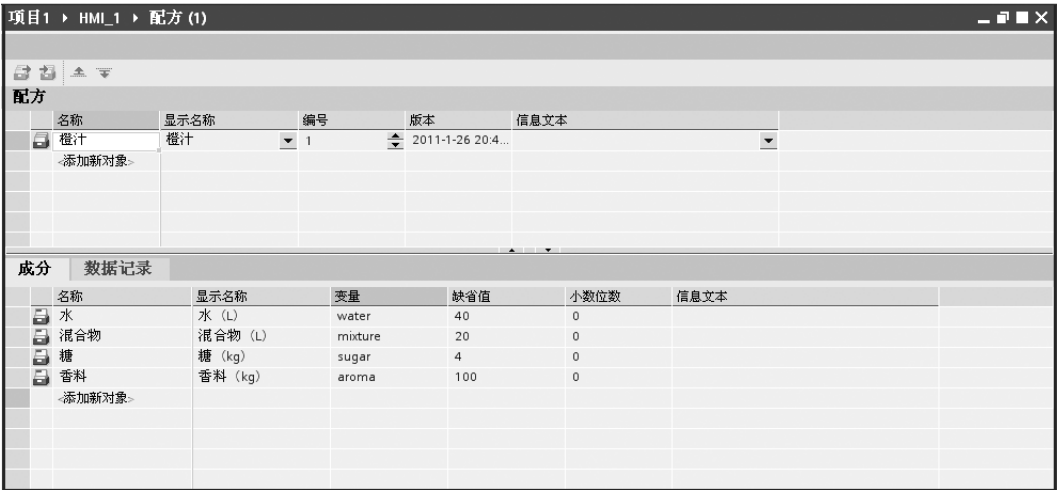
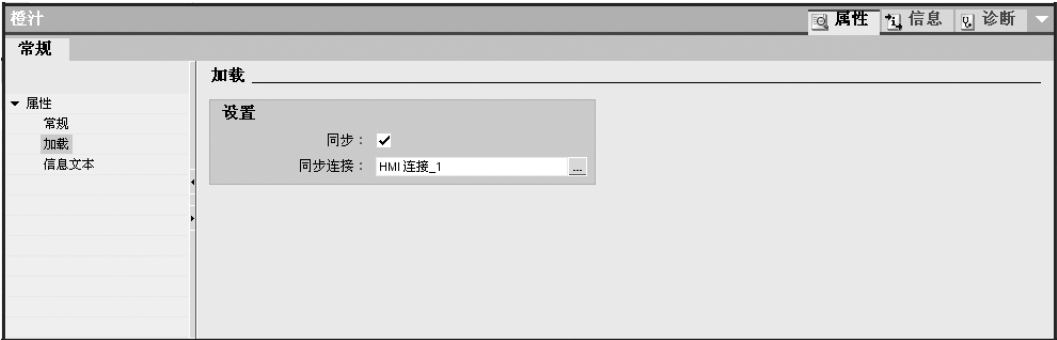

图 7-30 配方编辑器
图 7-31 配方属性
双击项目树 HMI 设备下的“配方”项，打开配方编辑器，如图 7-30 所示。双击“配方”列表中的“添加新对象”，添加名称为“橙汁”的一个新配方。选中“橙汁”配方，在“成分”列表中，双击“添加新对象”输入配方成分“水”，显示名称“水 (L)”，变量选择为前面建立“water”，默认值输入 40，其他默认。用同样的方法输入其他元素为“混合物”、“糖”、“香精”。
选中图 7-30 所示的配方“橙汁”，在其属性对话框“加载”项中，勾选“同步”复选框，选择与“HMI 连接_1”同步，表示使配方视图中的值与 PLC 中的配方变量的值同步，如图 7-31 所示。
在图 7-30 所示的配方编辑器中，点击“数据记录”选项卡，输入例子所示数据记录的名称和相关元素的数值，如图 7-32 所示。可以在注释处输入与配方元素相关的帮助信息。